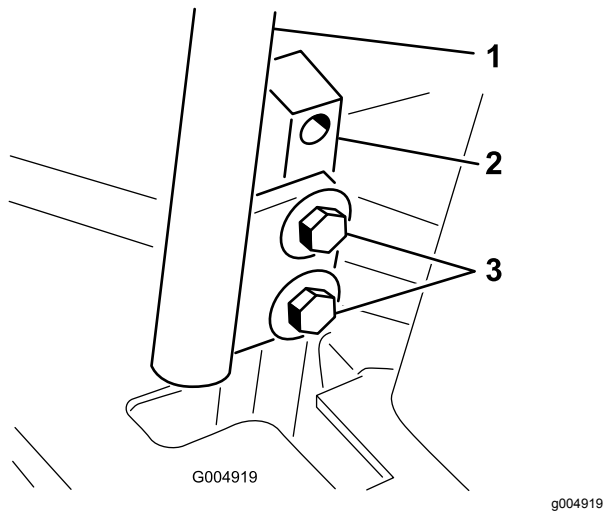

Bild 88
3. Lösen Sie die Schrauben, mit denen die Fahrtriebshebel befestigt sind (Bild 88).